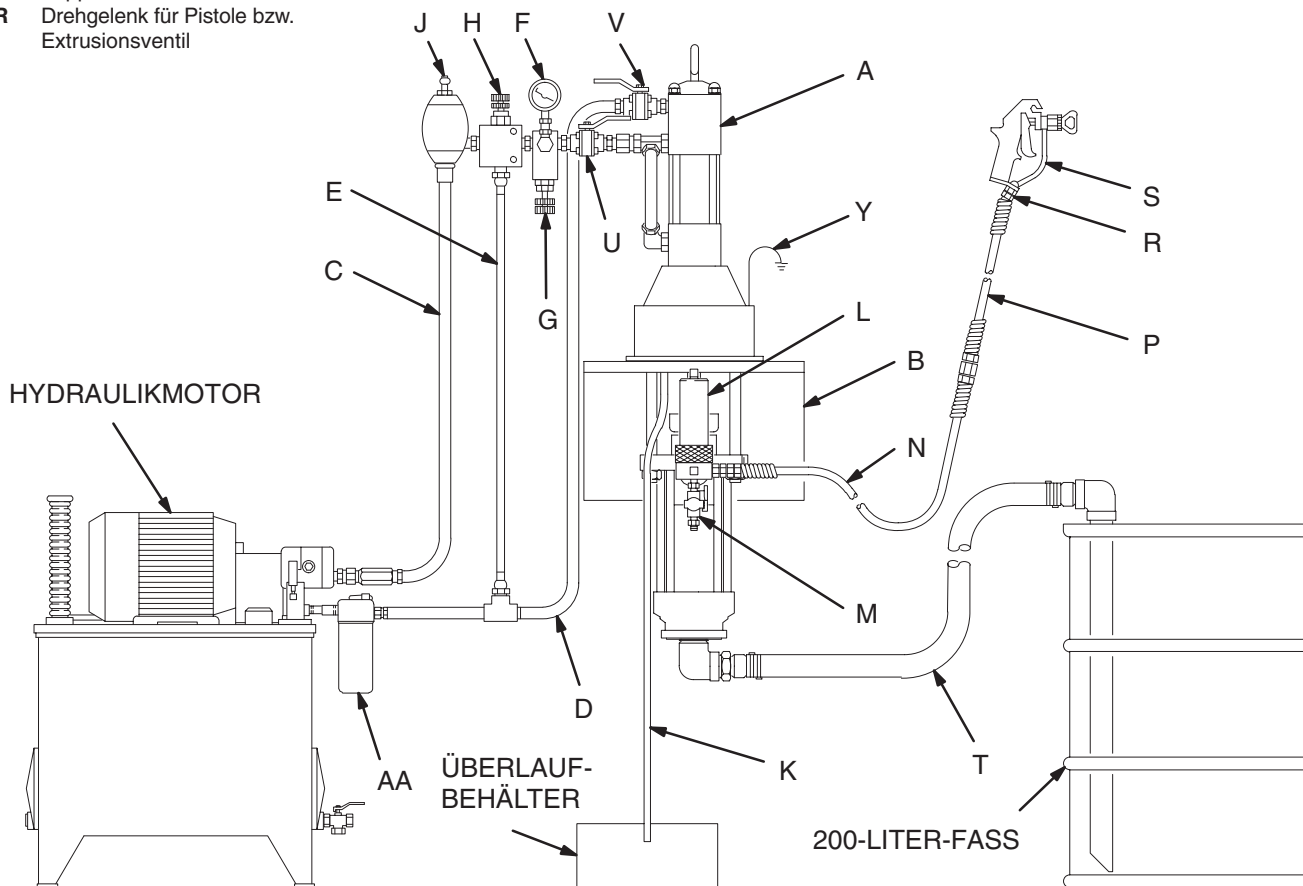

Abb. 4
Abb. 4 stellt nur eine Hilfe für die Auswahl und den Einbau von Systemkomponenten und Zubehörteilen dar. Der Graco-Händler hilft gerne bei der Zusammenstellung eines Systems, das Ihren besonderen Anforderungen entspricht.
Die Montage der Pumpe (A) muss der geplanten Installation des Systems entsprechen. Abb. 4 zeigt ein System, das auf einem Fahrgestell montiert ist. Für Pumpenabmessungen und Montagebohrungen siehe Seite 40 und 41.
Bei der Hydraulikzufuhrleitung (C) die folgenden Zubehörteile an den in Abb. 4 gezeigten Stellen installieren und bei Bedarf Adapter verwenden:
- Ein Startventil (U) zum Isolieren der Pumpe bei Wartungsarbeiten.
- Ein Materialdruck-Manometer (F) zur Überwachung des Hydrauliköldruckes in der zum Motor führenden Leitung und zur Vermeidung einer zu hohen Druckbeaufschlagung von Motor oder Unterpumpe, sowie einen druck- und temperatenausgleichenden Durchflussregler (G), um den Motor vor zu schnellem Laufen und somit vor einer Selbstbeschädigung zu schützen.
- Ein Druckreduzierventil (H) mit einer Ablassleitung (E), die direkt in die Hydraulik-Rücklaufleitung mündet (D).
- Ein Druckspeicher (J) zur Reduzierung des durch die Richtungsumkehr des Motors verursachten Pulsation.
Bei der Hydraulikrücklaufleitung (D) die folgenden Zubehörteile in der in Abb. 4 gezeigten Reihenfolge installieren und bei Bedarf Adapter verwenden:
- Ein Startventil (V), das die Pumpe für Wartungsarbeiten isoliert.
- Ein Filter (AA) mit 10 Mikron (400 Mesh).
Die folgenden Zubehörteile an den in Abb. 4 gezeigten Stellen installieren und bei Bedarf Adapter verwenden:
1. Siehe Abb. 4 auf Seite 10. Den Ansaugsatz (T) mit dem Materialeinlass der Pumpe verbinden und das Rohr in das anzuzugende Material geben.
3. Die Startventile in der Zufuhrleitung (U) und in der Rückleitung (V) müssen geschlossen sein.
5. Metallteil der Pistole/des Extrusionsventils (S) fest gegen die Seite eines geerdeten Metalleimers drücken und den Abzug geöffnet halten.
6. *Zuerst* Startventil der Rückleitung (V), dann langsam das Startventil der Zufuhrleitung (U) öffnen.